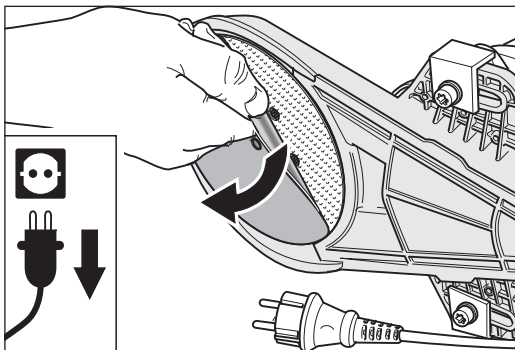

Abb. 14 Die Klettschleifscheibe vom Schleifteller abziehen.
- 3 Ziehen Sie die verschlissene Klettschleifscheibe vom Schleifteller ab (Abb. 14).